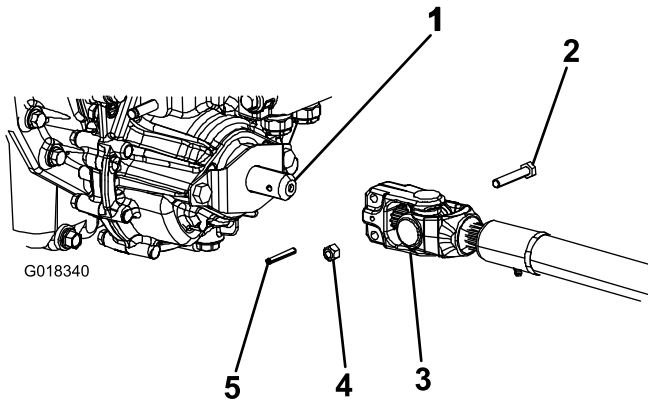

图4
3. 将 PTO 驱动轴放在机器前部下方。确保驱动轴滑轴轭图4朝向变速箱 PTO 轴。